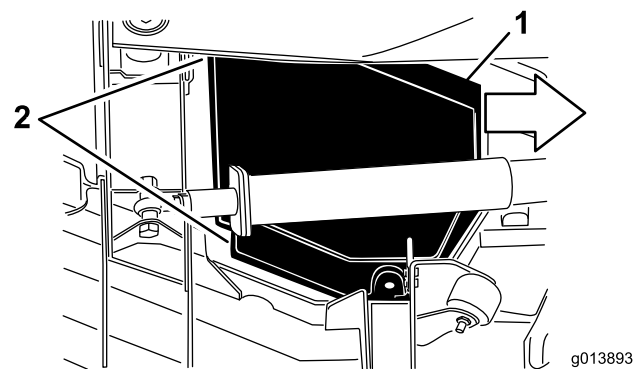

Figure 47
5. Tout en soulevant le carter, faites-le glisser vers le groupe de déplacement d'environ 2,5 cm pour dégager le bord extérieur du carter du plateau (Figure 47).